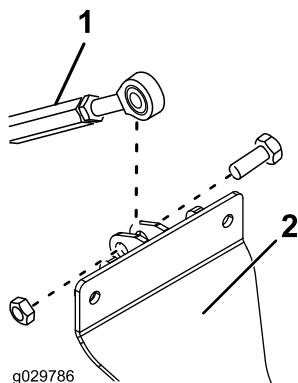

Рисунок 5
6. Прикрепите конец резьбового звена со штоком к опорному узлу цилиндра с помощью болта (1/2 x 1-1/2 дюйма) и контргайки (1/2 дюйма), как показано на Рисунок 5.